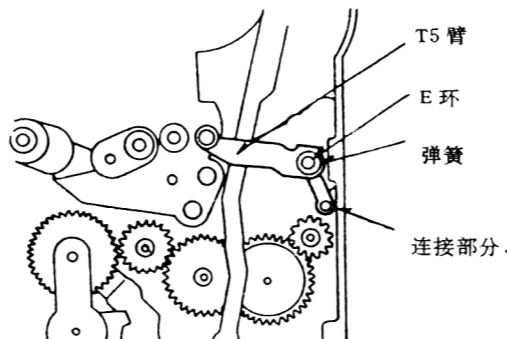

图 1-3-53
2. 首先安装好 T5 臂弹簧和 T5 臂。T5 臂应连接到中心齿轮, 然后必须插入 E 型金属环, 如图 1-3-53 所示。